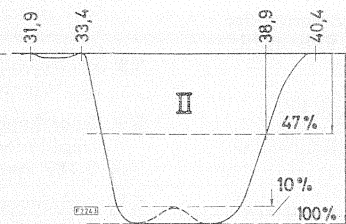

Abb. 5
11. Betriebsspannung für UHF-Tuner siehe Abb. 5 (Geräte mit Transistor-Tuner)